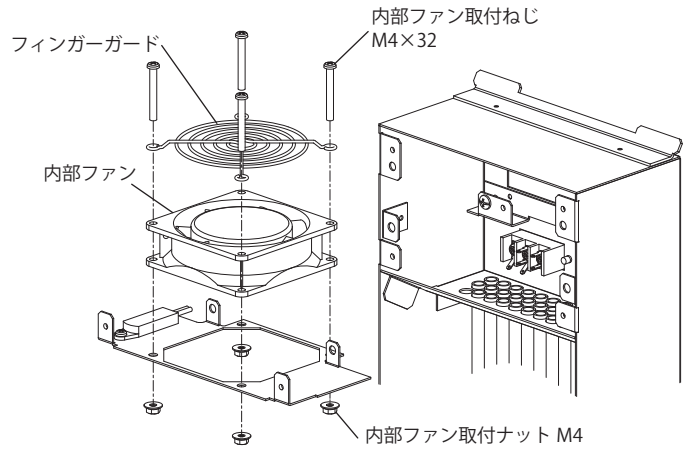

図 8
3. 内部ファン取付ねじ M4×32 (4 か所)、取付ナット M4 (4 か所)、フィンガードを外し、内部ファンを取外してください。(図 8)